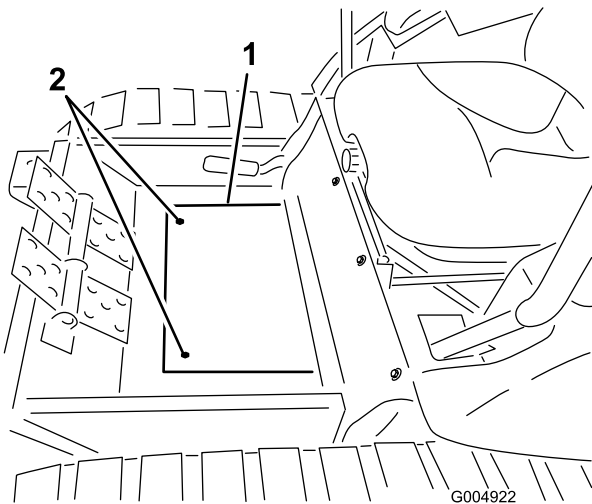

Figura 104
26. Retire os 2 parafusos que fixam a cobertura da chapa do piso ao piso e retire a chapa (Figura 104).